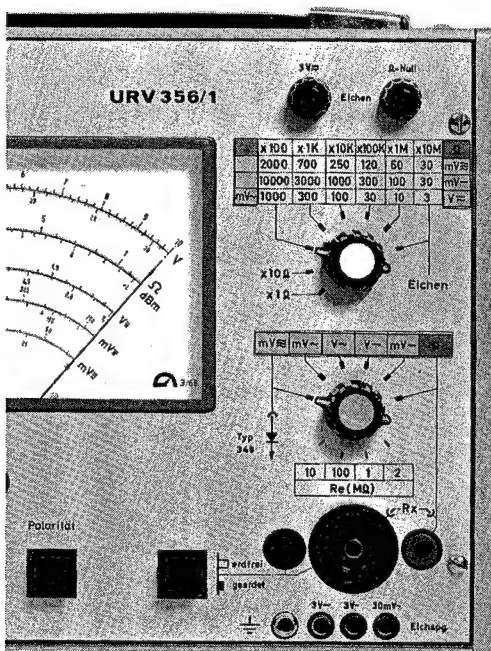

Bild 12
- Schalterstellung: siehe Bild 12